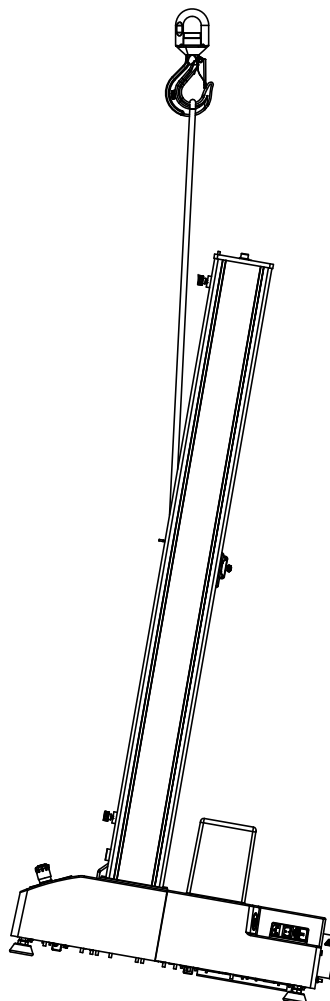

Figure 12. Levage du bâti de charge à l'aide d'une grue
1. Attachez l'élingue de levage à la traverse et fixez-la sur le crochet de la grue de sorte que l'élingue monte à partir de l'AVANT de la traverse comme illustré dans la Figure 12 à la page 63. Si vous utilisez des chaînes au lieu d'une élingue, entourez-les d'un matériau protecteur pour éviter de rayer ou d'endommager la surface de la traverse.